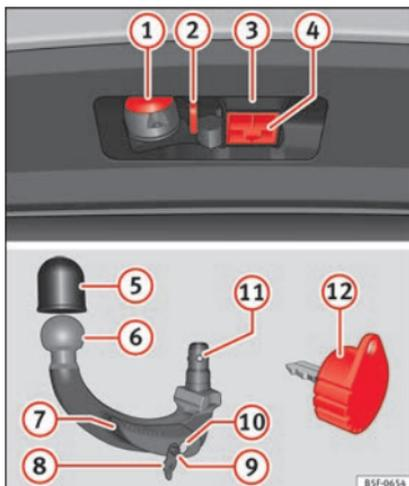

Fig. 232 Soporte del dispositivo de enganche para remolque / bola desmontable / llave
Leyenda de la »» **fig. 232**
- Extraiga el tapón de alojamiento del gancho ④ » fig. 232 hacia abajo.